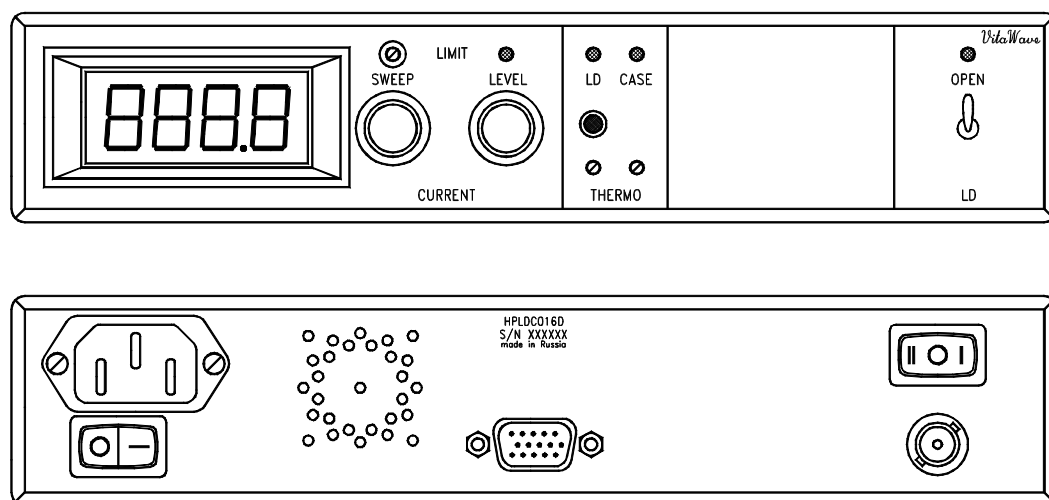

Рис.2. Вид спереди и сзади на блок управления.
Передняя панель блока управления разделена на несколько функциональных зон, отражающих работу источника тока (CURRENT), контроллеров температуры (THERMO) и шунта лазерного диода (LD) (Рис.2).